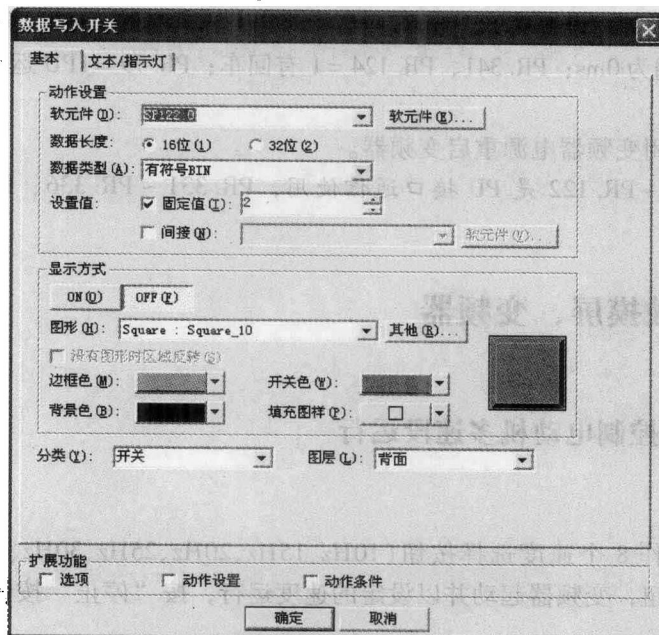

图 8-34 数据写入开关设置 1
(4) 按钮对象 以起动按钮为例，在工具栏中点 $S \blacktriangledown$ 下的数据写入开关，在编辑区合适位置点击，再按 ESC 键，双击已添加的按钮对象，出现如图 8-34 所示窗口，软元件选择“SP122”，站台号为“0”，设定值选中固定值并输入“2”，显示方式分别设置 ON 和 OFF 下的图形样式和颜色设置，设置完毕，单击“文本/指示灯”标签。